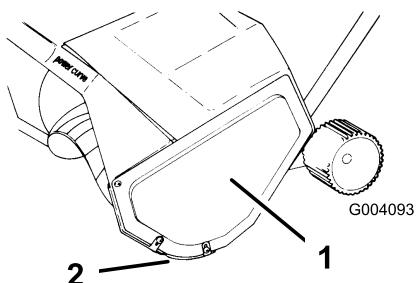

Figura 15
Nota: Se non riuscite a togliere l'albero del rotore trattenendo il rotore, togliete il coperchio sinistro e il pattino (Figura 15).
- Togliete le tre viti che fissano la piastra laterale sinistra al telaio dello spazzaneve (Figura 15).
- Togliete le tre viti che fissano la piastra laterale sinistra e il pattino al telaio dello spazzaneve (Figura 15).